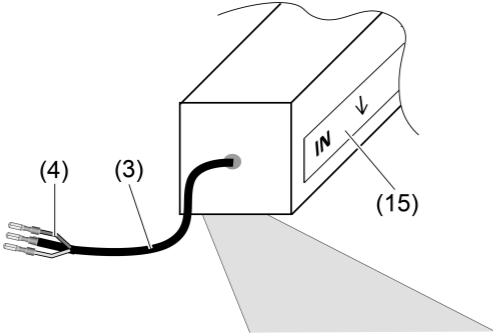

Bild 2: Abstrahlrichtung der asymmetrischen Optik
- i Bei der Montage beachten, dass es zwei Ausführungen der Leuchte gibt. Das Etikett auf der Leuchte (15) kennzeichnet die Abstrahlrichtung und die Seite, an der die Eingangsleitung angebracht ist (Bild 2).